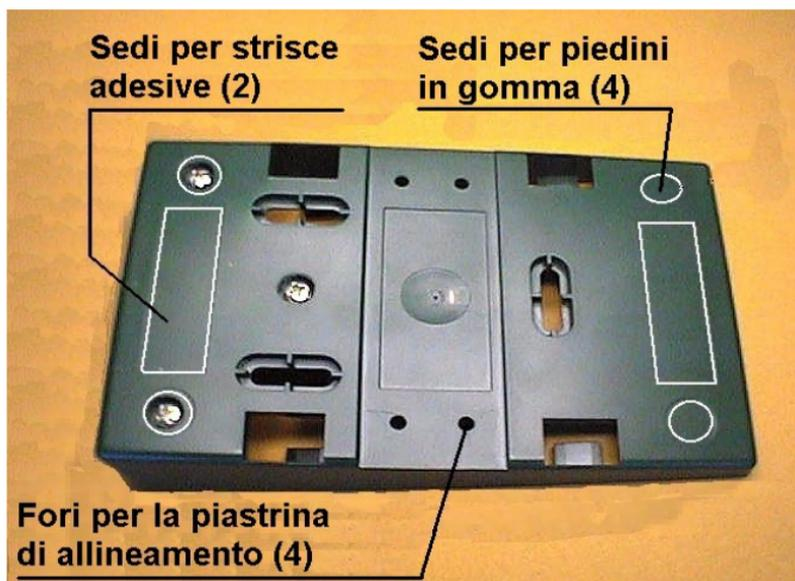

Figura 1 – Supporto di montaggio – vista dal basso
1. Pulite accuratamente le sedi per i piedini di gomma per eliminare qualsiasi impurità che potrebbe ridurre l'adesione. Vedi Figura 1.
2. Pulite accuratamente le sedi per le strisce adesive, per eliminare qualsiasi impurità che potrebbe ridurre l'adesione. Vedi Figura 1.
Introducete due dei quattro perni a scatto della piastrina di allineamento nei fori appositi sotto al primo supporto, quindi introducete gli altri due perni della medesima piastrina nei fori sotto al supporto successivo. Vedi Figura 1 e Figura 4.